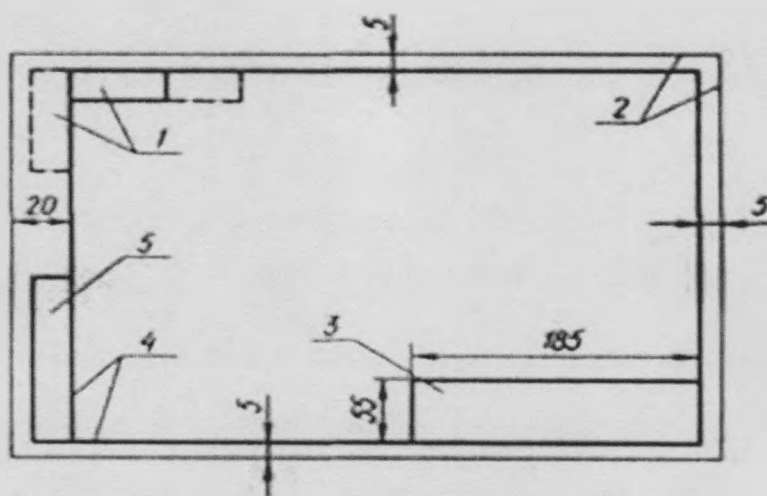

Рисунок. 1. Рамка чертежа и прямоугольник для основной надписи:
Например: "... в разделе 1 были рассмотрены...", "... согласно 1.1", "...в соответствии с таблицей 1", (таблица 1), "... на рисунке 1", (рисунок 1), "... по формуле (1)", "... в уравнении (1)", "... в перечислении (1)", "... в приложении 1", (приложение 4) и т.п.,
Чертеж оформляют рамкой (рис. 1) и основной надписью (угловым штампом в соответствии с ГОСТ 2.104-68 ЕКСД).
Чертежи оформляют рамкой (рисунок 1), которую наносят внутри границ формата: сверху, справа и снизу — на расстоянии 5 мм, слева — на расстоянии 20 мм (для брошюровки чертежа). Внутри рамки в правом нижнем углу помещается основная надпись. На листах формата 11 основную надпись помещают вдоль короткой стороны листа. Рамку и графы основной надписи выполняют сплошной основной линией.